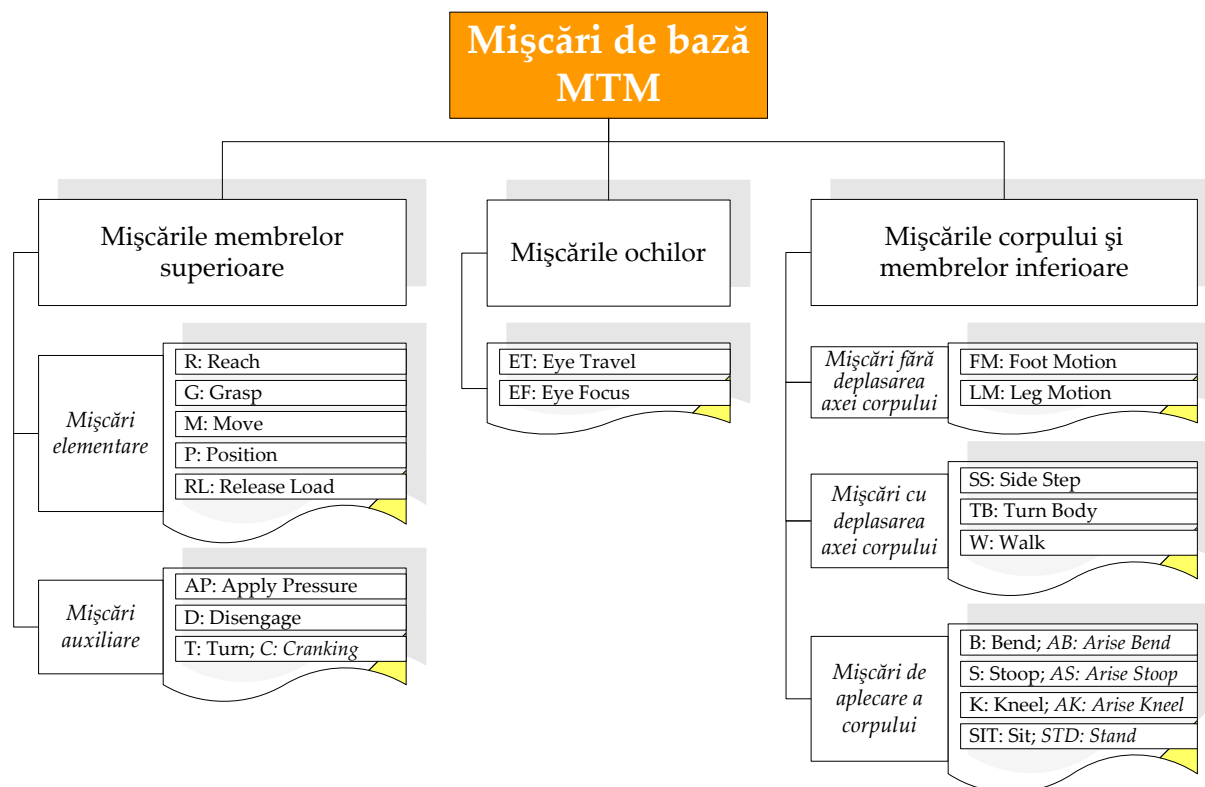

Figura 1: Gruparea mișcărilor de bază în cadrul MTM
- ✓ 24 categorii de mișcări de bază (figura 1),
Pe parcursul analizei activității cu ajutorul MTM se urmărește existența a trei grupe de mișcări de bază (figura 1), astfel:
Observație: în cadrul orelor de laborator se vor studia mișcările de bază corespunzătoare membrilor superioare (figura 1). De aceea, pentru studiul MTM se recomandă să fie aleasă o activitate în care operatorul lucrează așezat la masa de lucru, având amplasate pe masa de lucru toate componentele necesare.